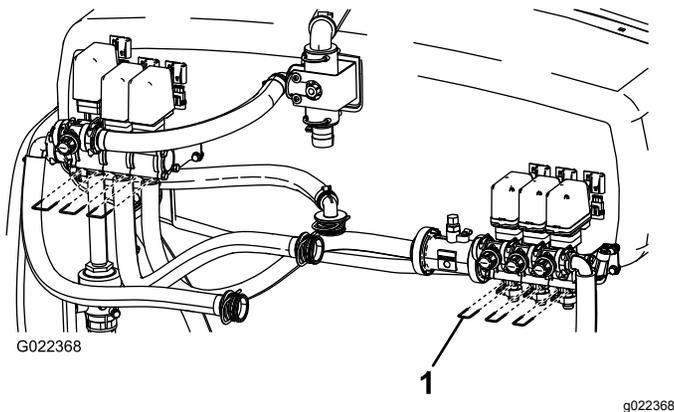

Figure 50
B. Retirez les 3 étriers qui retiennent les sièges des vannes sur l'ensemble vannes (Figure 50).
**Remarque:** Veillez à tenir compte des ressorts présents dans la vanne (Figure 50).